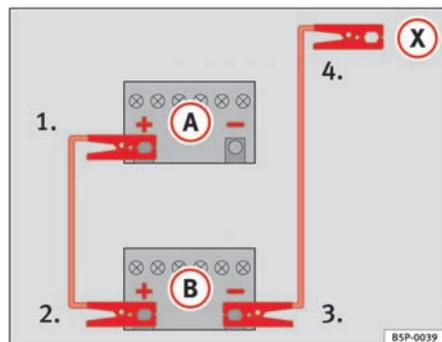

Fig. 181 Esquema de conexión de los cables de emergencia
En la ⇒ fig. 181 **A** representa a la batería sin carga y **B** a la batería con carga.
1. Emborne un extremo del cable de emergencia rojo al polo positivo ⇒ fig. 181 (+) del vehículo con la batería descargada ⇒ ⚠.
4. Emborne el otro extremo del cable negro de emergencia (X) a una pieza de metal maciza unida al bloque motor o al mismo bloque motor del vehículo con la batería descargada, lo más alejado posible de la batería ⇒ ⚠.